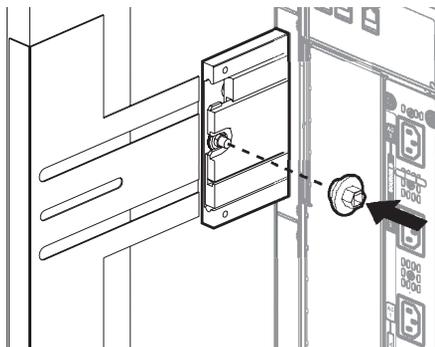

FIGURA 1-15 Ajuste de las tuercas de fijación del riel posterior
1. Fije las tuercas de fijación a las bornas de la parte posterior de los ensamblajes de rieles (FIGURA 1-15).